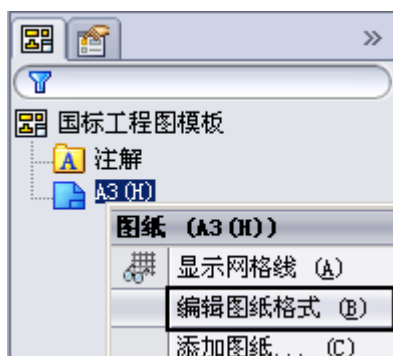

图 2-26 编辑图纸格式命令
- (1) 在界面左侧管理器窗口中，如图 2-26 所示，单击“A3(H)”，右键菜单中单击“编辑图纸格式”命令，系统自动转换到编辑图纸状态。